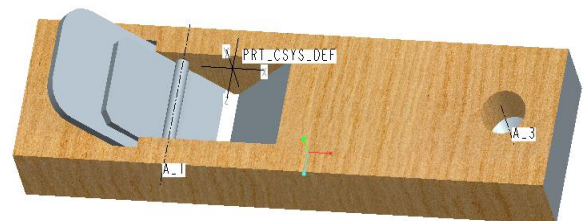

図 4-102 木目模様の完成
- ・ 筆形のカーソルをカンナの表面でクリックして、OK すると指定されたフィーチャーが新しいカラーに変わる。Ctrl を押しながら複数箇所を選んで、OK すると木の木目模様が表示される図 4-102 に示す。